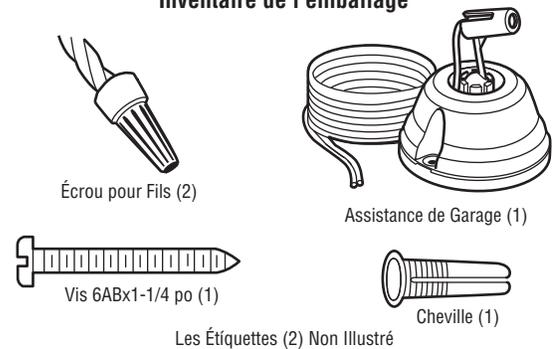

Figure 1
2. Déterminer l'emplacement de montage sur le plafond, ou à proximité, et monter l'assistant de garage avec les vis et les chevilles fournies (Figure 1).